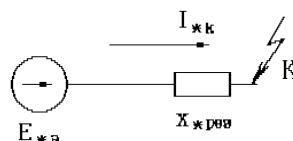

Рисунок 4.3 - Результирующая схема замещения
3) Путем постепенного преобразования (трансконфигурации) приводят схему замещения к простому виду – так, чтобы каждый источник питания или группа источников с эквивалентной ЭДС  $E_*$ , были связаны с точкой короткого замыкания одним сопротивлением  $X_{*рез}$  (рисунок 4.3):